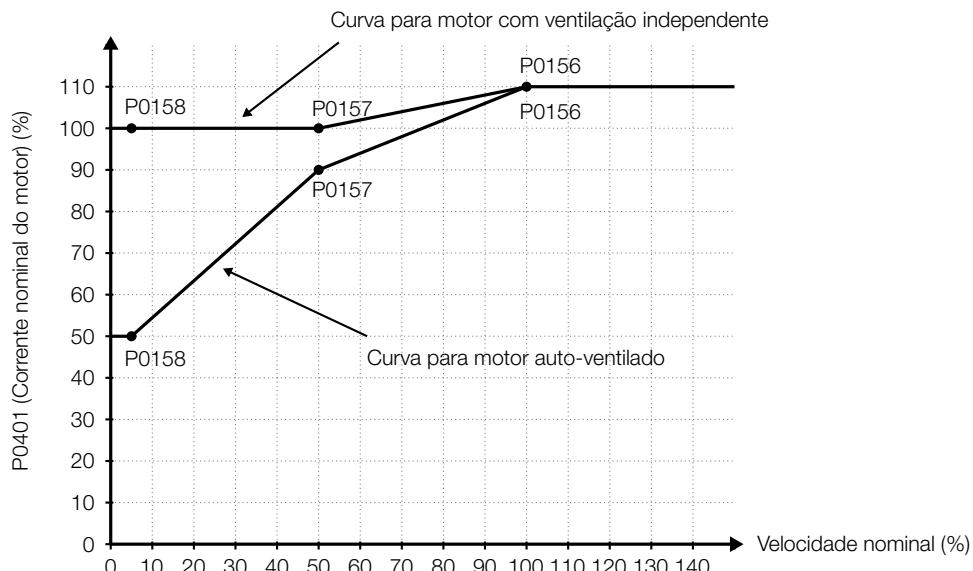

Figura 5.19: Níveis da proteção de sobrecarga
- Os parâmetros P0156, P0157 e P0158 são os três pontos utilizados para formar a curva de sobrecarga do motor, como apresentado na Figura 5.19 na página 5-25 para o ajuste de fábrica. Consulte o Item 6.3.2 Primeira Energização \(Ajuste dos Parâmetros Mínimos Necessários\) na página 6-13 do manual do usuário.